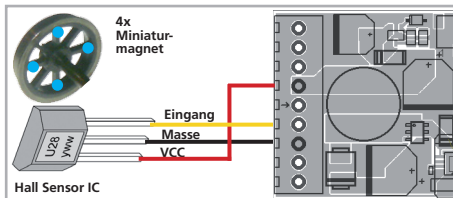

Abbildung 19: Verkabelung HALL Sensor IC an LokPilot XL
Ein Hall Sensor ist ein elektronischer Schaltkreis (IC) welcher auf ein wechselndes Magnetfeld reagiert. Die verfügbaren HALL IC können sehr einfach in Loks verbaut werden, weil der Abstand zwischen IC und Magnet nicht kritisch ist. Ein häufig verwendeter Hall IC ist der TTL4905 von Siemens/Infineon, zu dem es auch viele kompatible Typen gibt. Die drei Anschlüsse des ICs müssen mit dem LokPilot Decoder so verbunden werden, wie es Abb. 19 zeigt.